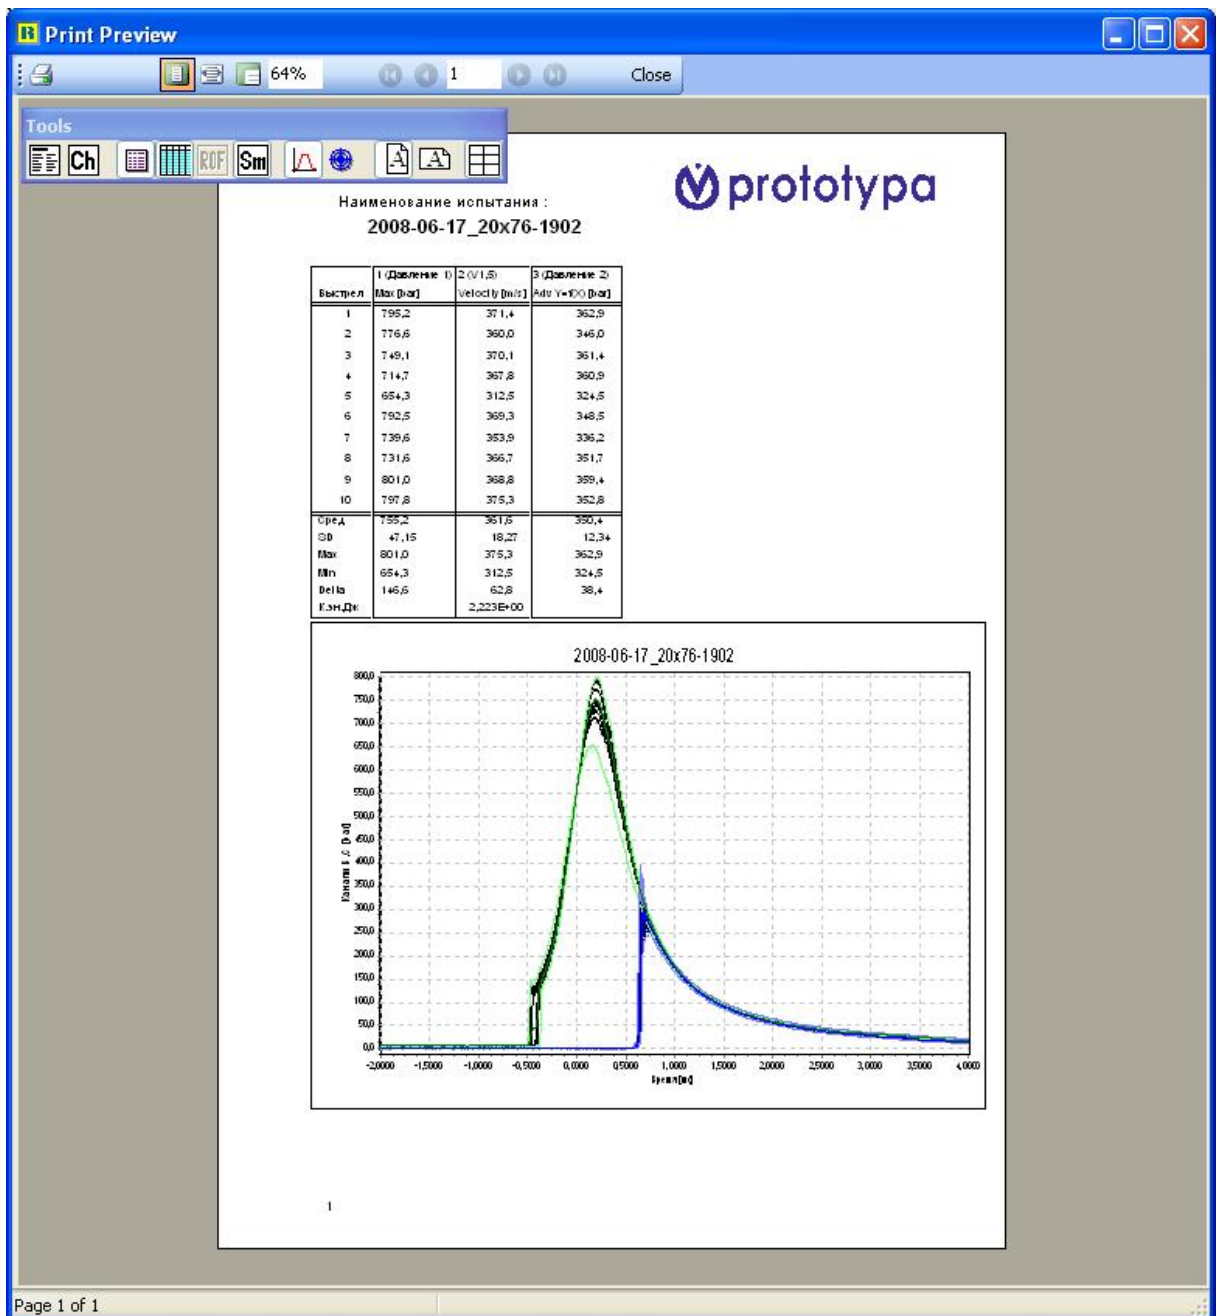

Рис.7.20 – Панель «Результат»
7.3.4.32 Выбрать (Файл > Final Report) в основном меню программы «BA Control», появится протокол с измерениями, смотри рисунок 7.20.